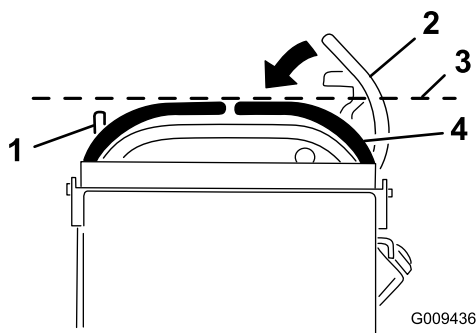

Figura 67
3. Spingete in giù la leva di controllo del movimento destra per toglierla dalla posizione di blocco in folle (Figura 67).
4. Controllate se è allineata orizzontalmente con la leva di controllo del movimento sinistra (Figura 67).